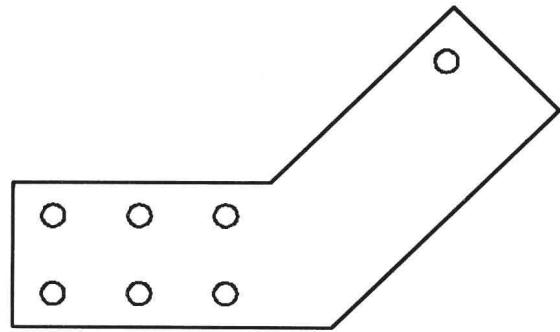

图 4-4-13
(5) 为了更清楚地看到阵列的最终效果，在对话框中单击“预览”按钮，暂时关闭“阵列”对话框，显示当前图形中的阵列效果，如图 4-4-13 所示。